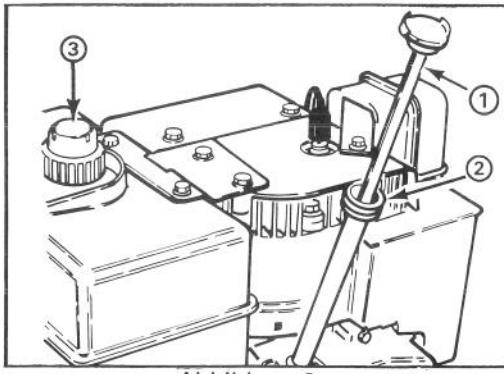

Abbildung 8
FÜLLEN DES KURBELGEHÄUSES MIT ÖL (Abb. 8)
ANMERKUNG: NIE METHANOL, EIN METHANOL/BENZINGEMISCH, GASOHOL MIT MEHR ALS 10% ETHANOL, ODER LEICHTBENZIN BENUTZEN, DA BEI DIESEN STOFFEN MOTORBESCHÄDIGUNGSGEFAHR Besteht. (Abb. 8). VERWENDEN SIE NUR DIE EIGENS DAFÜR VORGEGEHENEN KRAFTSTOFFADDITIVE ZUR KRAFTSTOFFSTABILISIERUNG WÄHREND DER LAGERUNG (Z.B. TORO- "PRESERVIT" ODER ÄNHLICHES PRODUKT). VERSUCHEN SIE NICHT ADDITIVE ZUR LEISTUNGSSTEIGERUNG DER MASCHINE ZU VERWENDEN.
1. Um den Tankdeckel herum reinigen (abb. 8). Den Deckel abnehmen und den Tank bis ca. 13 mm von der Oberkante mit Benzin füllen. Den Tank wieder verschließen.